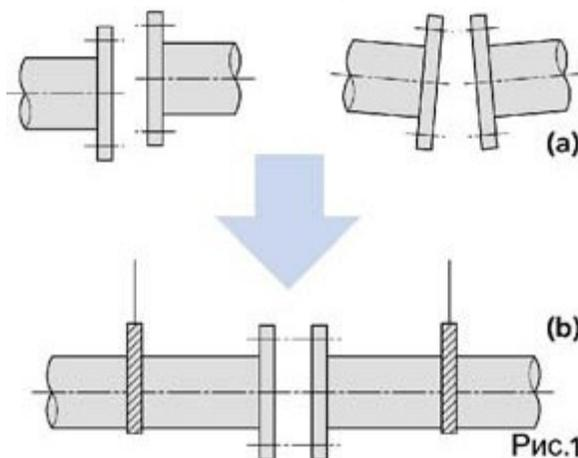

Рис.1
3.8 Для надежной работы затворов, устанавливаемых между каждой из пар входных и выходных фланцев, требуется точное предварительное центрирование фланцев. Неправильное центрирование, показанное на рис.1